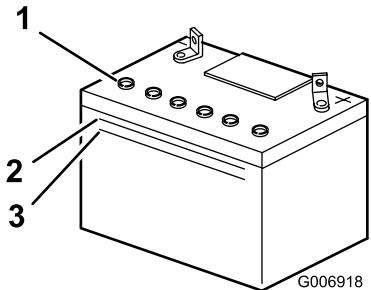

Figura 25
2. Mire hacia el lateral de la batería. El electrolito debe llegar a la línea superior (Figura 25).
**Nota:** No permita que el electrolito esté por debajo de la línea inferior (Figura 25).
3. Retire los tapones de ventilación de la batería (Figura 25).
4. Vierta lentamente agua destilada en cada célula de la batería hasta que el nivel de electrolito llegue a la línea superior (Figura 25) de la caja de la batería.
5. Espere de cinco a diez minutos después de llenar las células de la batería. Añada agua destilada, si es necesario, hasta que el nivel de electrolito llegue a la línea superior (Figura 25) de la caja de la batería.